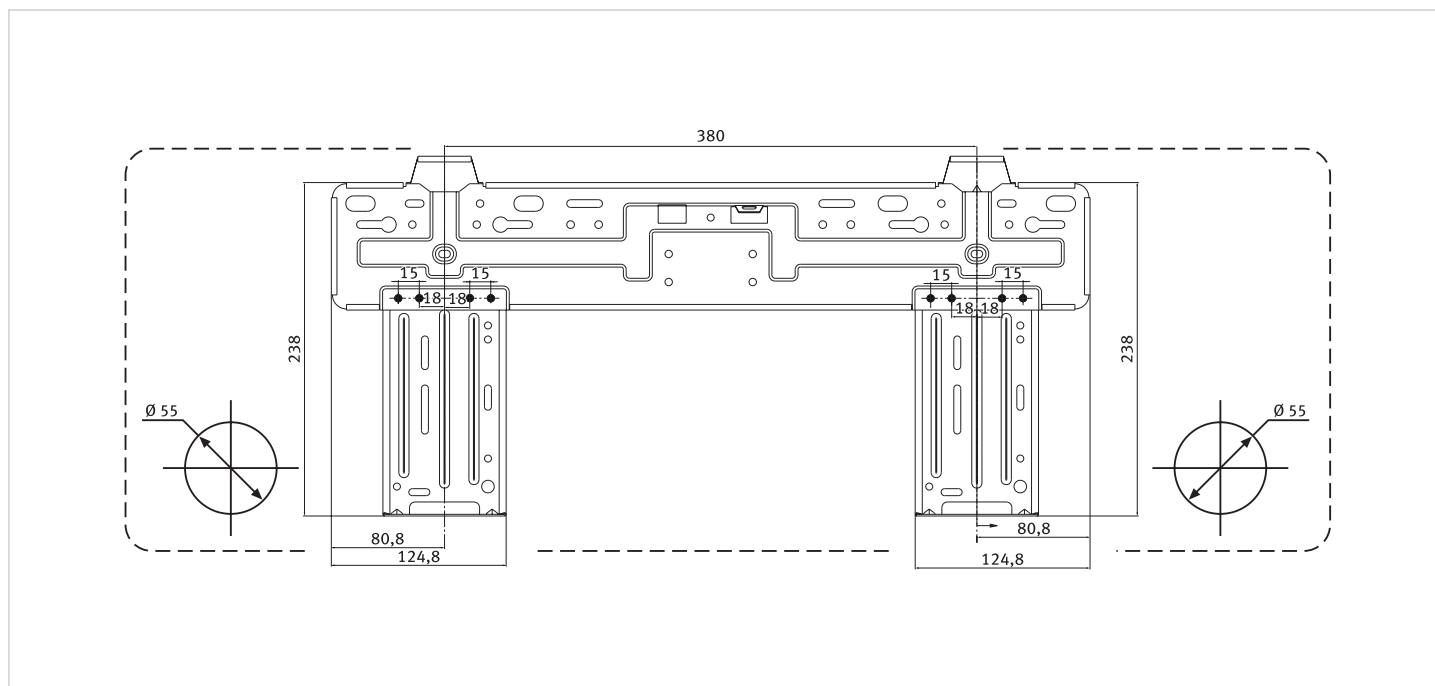

Rys. 9.5 Unikać nieprzyjemnych zapachów.
- Zainstalować rurę ze skroplinami w taki sposób, by jej wolny koniec trzymał z dala od nieprzyjemnych zapachów, by zapewnić iż te zapachy nie będą dostawać się do pomieszczenia (por. rys. 9.5).